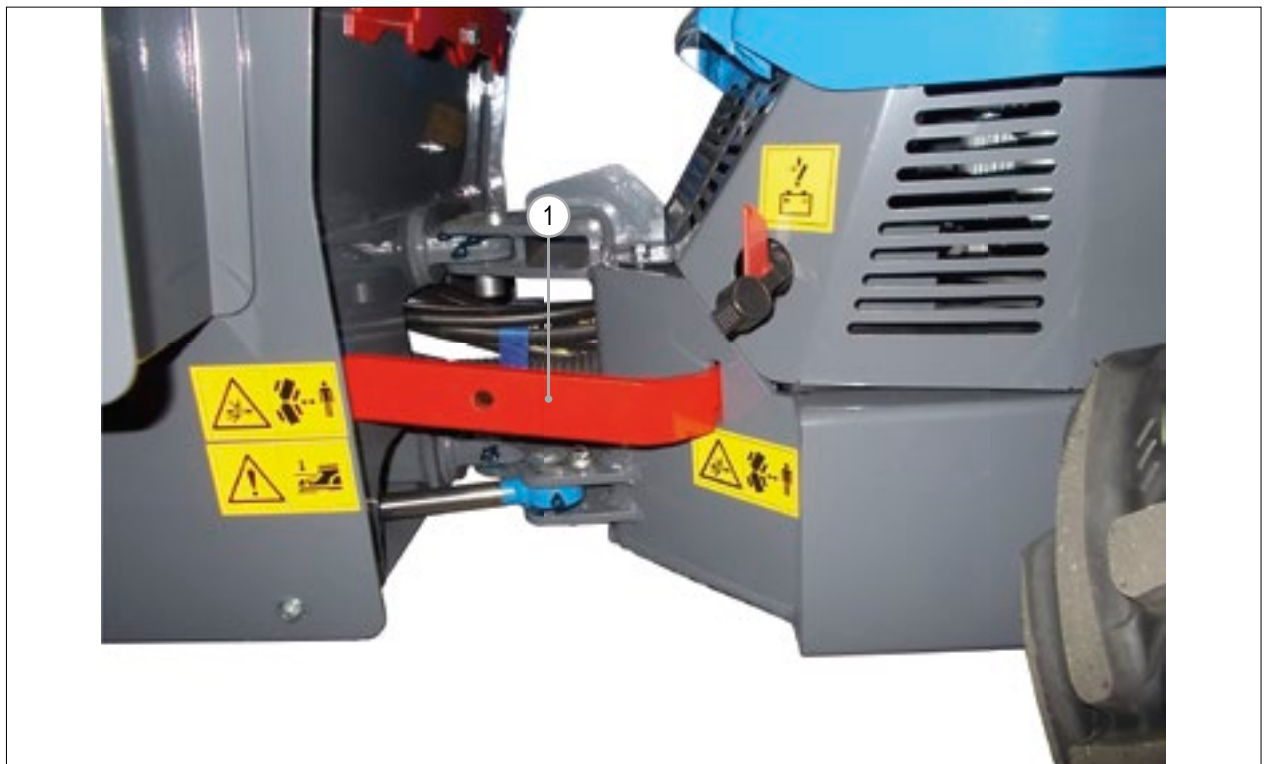

РИС. 15
- 4) Вставьте скобу (РИС. 15 – сс. 1) в две прорези, расположенные на левой стороне машины рядом с центральным шарниром рулевого управления и закрепите его заглушкой. Для фиксации скобы аккуратно поверните рулевое управление с выключенным двигателем из начальной позиции.